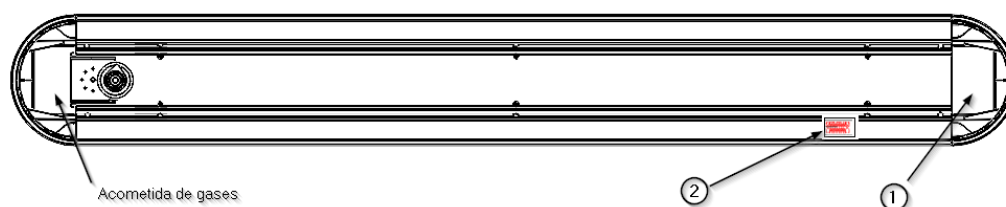

Fig.10 Détail des points de connexion électrique à N270
Les circuits électriques, vocaux et de données pénètrent dans l'équipement par une fenêtre ① située à côté de l'une des parois latérales. Les circuits électriques se terminent dans un bornier commun ②, à l'exception des circuits voix et données, qui sont connectés directement au mécanisme correspondant. Voir la figure 10.